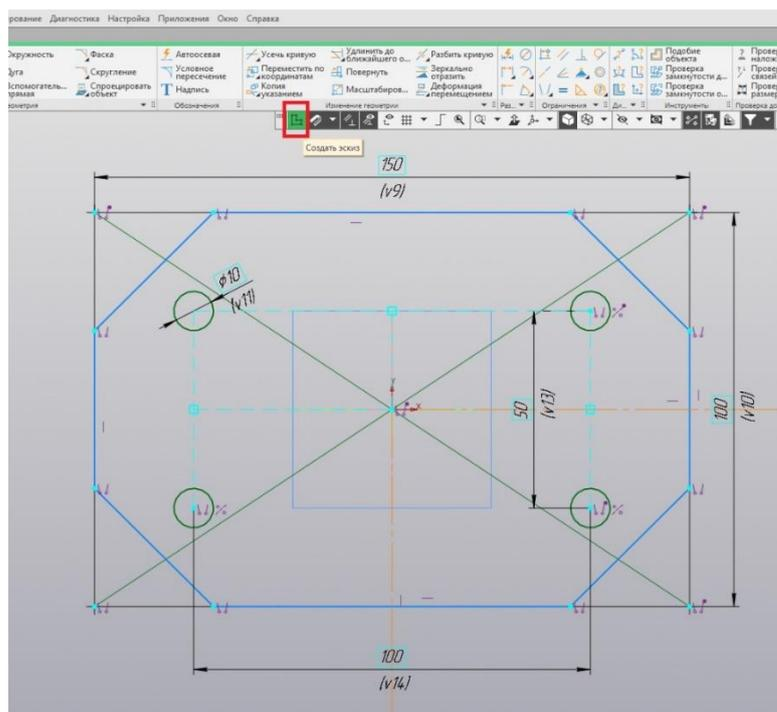

Рис. 12
9. Завершаем построение эскиза нажатием на пиктограмму «Создать эскиз» (рис. 12).